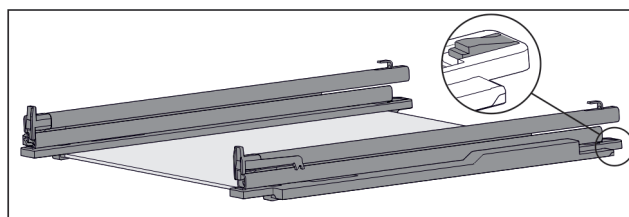

Fig. 110 Lasihylly kiskoilla ja pidikkeillä
- ▶ Paina pidikettä alas (katso Fig. 110) ja työnnä samaan aikaan kiskoa taaksepäin.